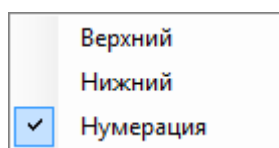

Рисунок 3.72 Варианты оформления колонтитула
- выпадающий список **Колонтитулы** (рисунок 3.72):